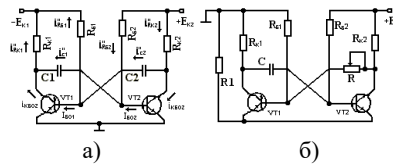

Рис. 1.13
13. . Описать принцип работы мультивибратора по рис. 1.13а) и рис.1.13б).